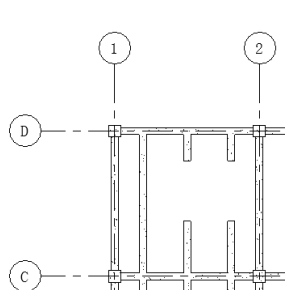

图 6-28 更改边界后的梁系统
(5) 单击“模式”面板中的“完成编辑模式”按钮, 更改梁系统的边界, 结果如图 6-28 所示。